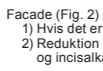

Fig. 1 / Ek. 1 / Kuva 1
- 1) Præparér kanten med en dyb chamfer eller en afrundet skulder. (Fig. 1)